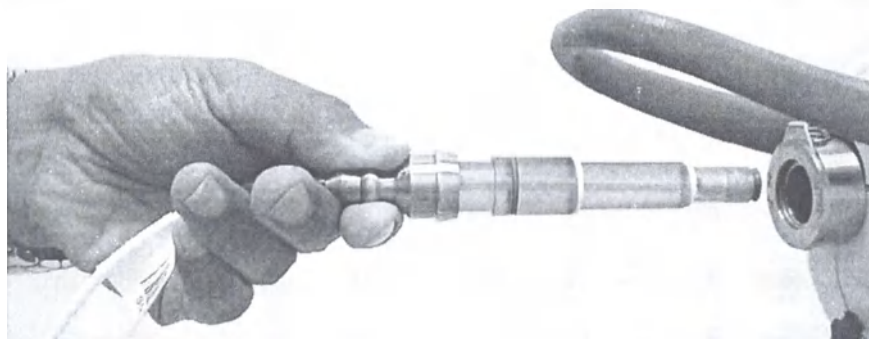

Рис. 2: Вставка высоковольтного соединителя
- Для монтажа высоковольтного соединителя вставьте соединительный хаб источника РИ в гнездо на оттяжной консоли контроллера. Снимите защитный колпачок черного цвета и выровняйте соединительный штепсель желтого цвета по оси с розеточной частью электрического соединителя (см. Рис. 2).